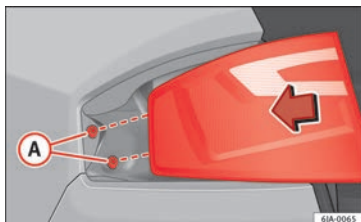

Fig. 102 Montar la unidad trasera.
- Presione de la unidad de luz trasera hacia atrás (dirección marcha del vehículo) encajando las fijaciones en los casquillos de goma ►► **fig. 102 A**.